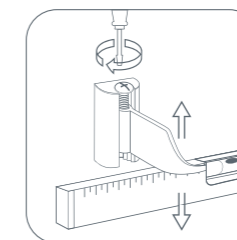

рис. 4
**!** Для того, чтобы идеально ровно смонтировать радиатор к стене, используйте оригинальные регулируемые кронштейны Royal Thermo (рис. 4).